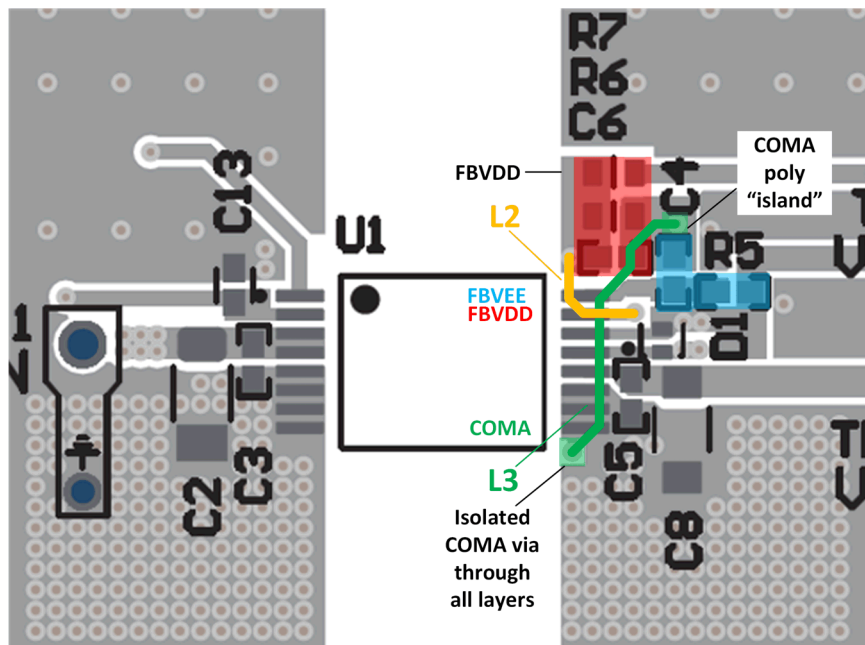

图 3-9. FBVDD (R6-7、C6)、FBVEE (R5、C4)、COMA 布线
- f. 图 3-9 显示了布局示例，其中 L2 (黄色) 布线在第 2 层，L3 (绿色) 布线在第 3 层。